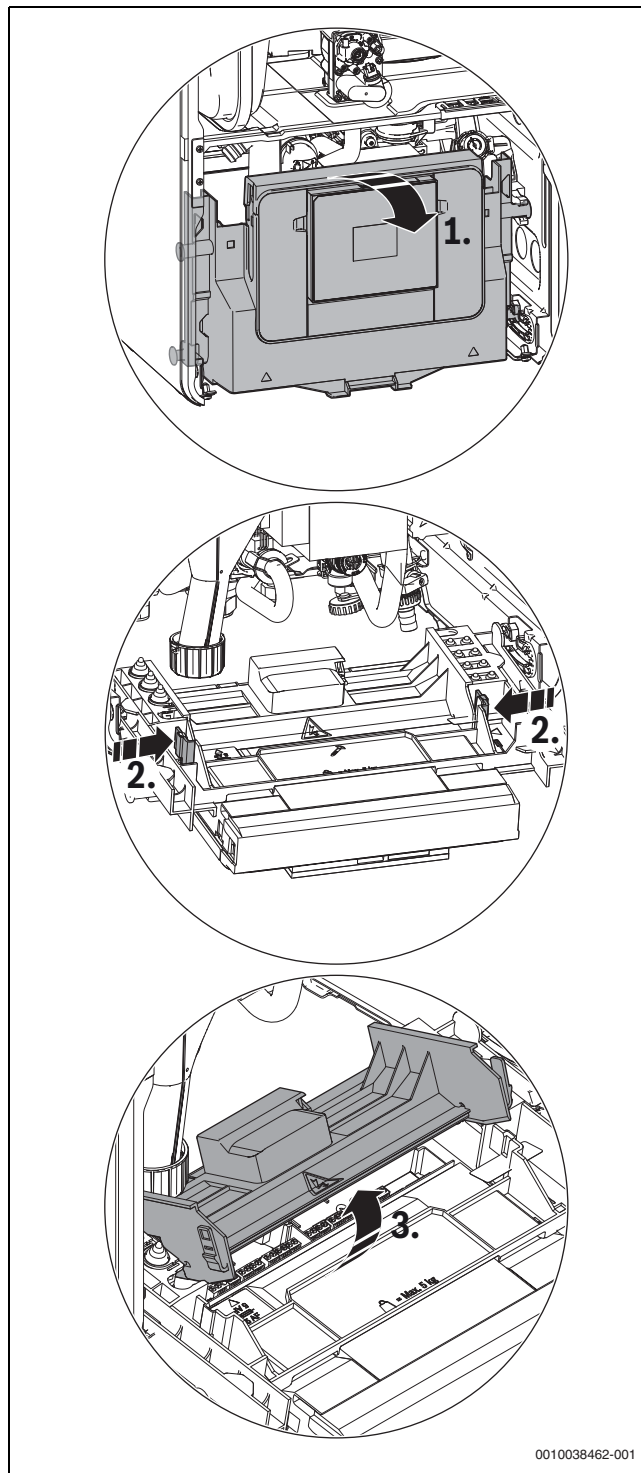

Fig. 36 Ouverture du cache
- ▶ Rabattre l'appareil de commande (→ fig. 36).